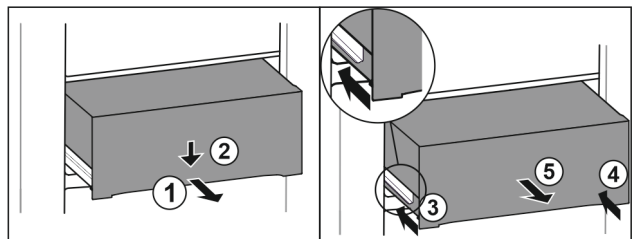

Fig. 95
- ▶ Изтеглете чекмеджето наполовина. *Fig. 95 (1)*
- ▶ Натиснете надолу чекмеджето от предната страна. *Fig. 95 (2)*
- ▶ Вкарайте лявата релса приблизително 2 cm навътре. *Fig. 95 (3)*
- ▶ Вкарайте дясната релса приблизително 2 cm навътре. *Fig. 95 (4)*
- ▶ Извадете чекмеджето напред. *Fig. 95 (5)*